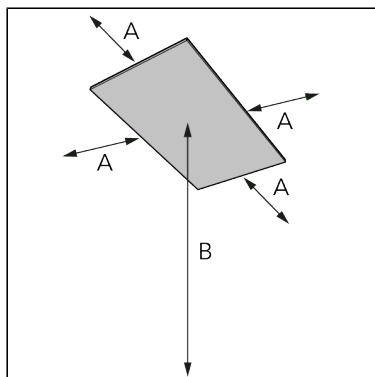

Figure 81.
2. Placez l'appareil en respectant une distance minimale (Figure 81) de :